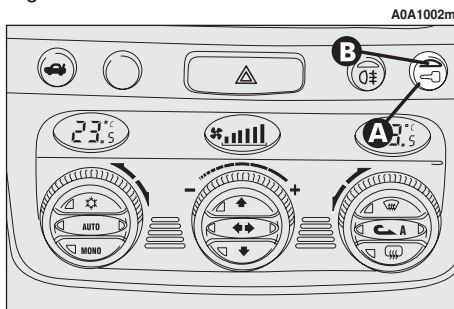

fig. 12
- Per chiudere la porta, tirare il battente; quindi per impedire l'apertura dall'esterno della porta, premere il pulsante (**A**-fig. 12) ubicato su plancia, il led di deterrenza (**B**) ubicato sul pulsante stesso si illumina con luce gialla a conferma dell'avvenuto bloccaggio.